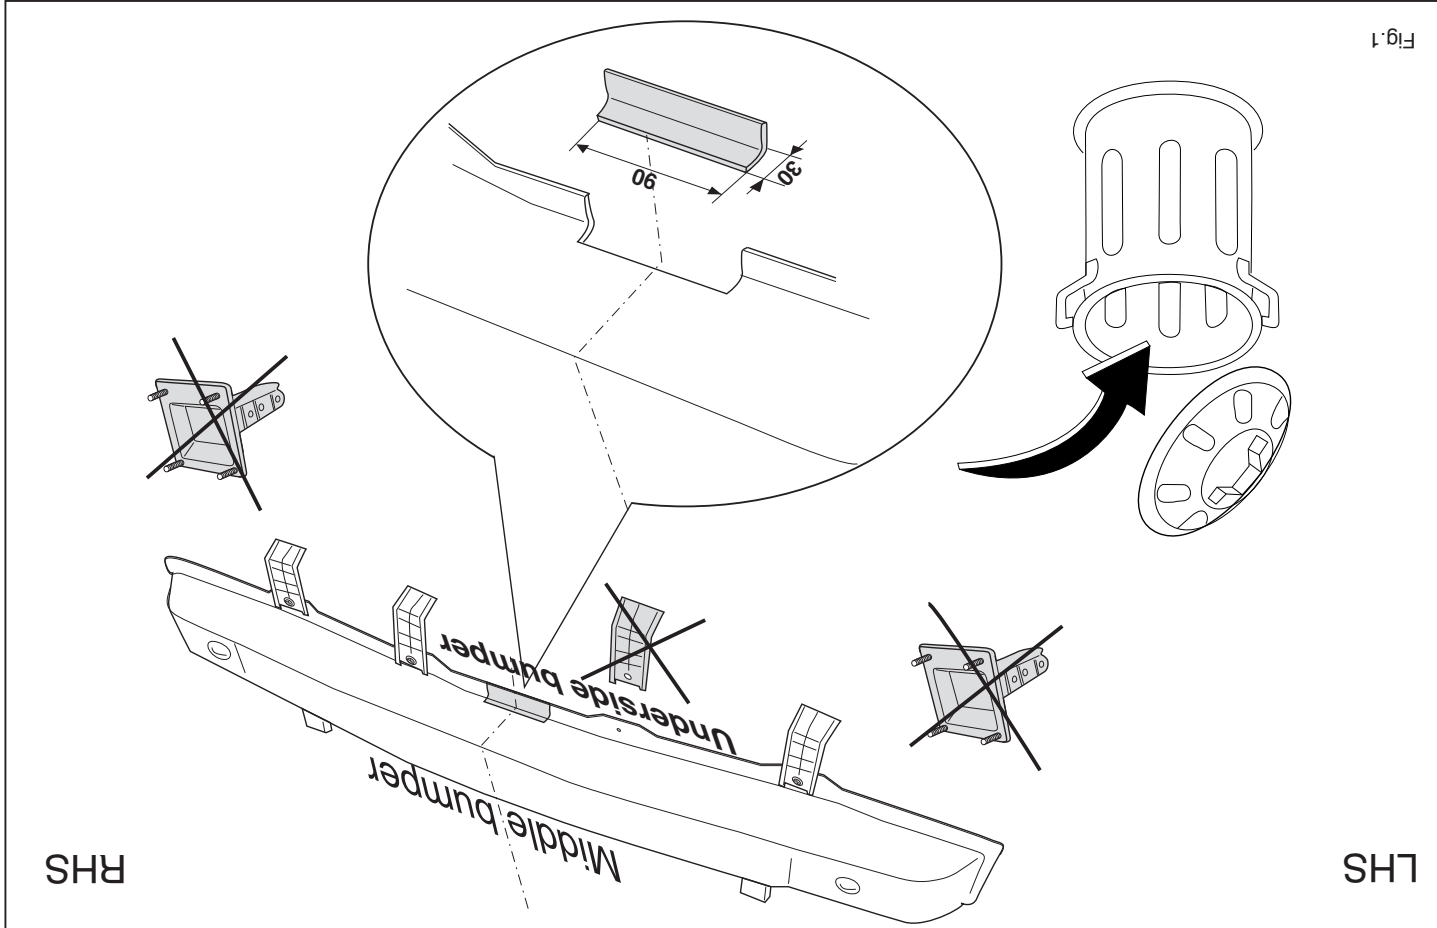

Fig. 1
1. Clear the floorboard. Remove the back panel. Take off the side panels and move them to the center. Disconnect the taillight units. Disconnect the bumper. Remove the inner works of the bumper, including the supports. Remove the supports from inside the bumper inner work (fig. 1). Saw out the portion as indicated in fig. 1.
1. Den Fußboden frei machen. Die Rückwand entfernen. Die Seitenwände lösen und vorziehen. Die Rücklichteinheiten demontieren. Die Stoßstange entfernen. Die Stoßstangeninnenverkleidung einschließlich der Halterungen demontieren. Die Halterungen von der Stoßstangeninnenverkleidung entfernen und die angegebene Teile heraussägen. Gemäß Abb. 1
1. Dégager le plancher. Déposer les panneaux arrière. Détacher les panneaux latéraux et les rabattre vers l'intérieur. Démontez les feux arrière. Démontez le pare-chocs. Démontez la garniture de pare-chocs, y compris les supports. Démontez les supports de la garniture de pare-chocs. (fig. 1), Scier les parties indiquées conformément à la figure 1.
1. Frilägg golvplåten. Demontera bakpanelerna. ur bagageutrymmet. Lossa sidopanelerna och slå dem inåt. Demontera bakljusmodulerna. Demontera kofångaren. Demontera kofångarens innanmäte inklusive stagen. Demontera stagen från innanmätet. (fig. 1), Såga ut delarna enligt fig. 1.
1. Fjern allt fra bilens understel. Demonter bagpanelerne fra bagagerummet. Løs sidedepanelerne og vip dem indad. Afmonter baglygteenhederne. Afmonter kofangeren. Afmonter støtteanordningerne fra den indre del af kofangeren. (fig. 1). Sav ifølge figur 1 de markerede dele ud.
Desprender los paneles laterales y volcarlos hacia adentro. Desmontar las unidades de las luces traseras. Desmontar el parachoques. Desmontar el armazón interior del parachoques inclusive los soportes. Desmontar los soportes del armazón interior del parachoques. (fig. 1), Serrar las partes indicadas en la fig 1.
1. Usunąć wszystko z powierzchni bagażnika, Wymontować tylne panele z bagażnika. Poluzować panele boczne i wcisnąć je do środka. Zespół oświetleniowy oraz zderzak zdemontować. Wzmocnienie zderzaka odkręcić. Od wzmocnienia należy zdemontować mocowanie. Małe mocowanie rys.1. znajdujące się po lewej stronie od środka zderzaka usunąć. Wypilować zgodnie z rysunkiem 1 wskazane odcinki.
1. Liberare il fondo del bagagliaio. Smontare i pannelli posteriori dal bagagliaio. Staccare i pannelli laterali e piegarli verso l'interno. Smontare i gruppi dei fari posteriori. Smontare il paraurti. Rimuovere l'anima del paraurti, inclusi i sostegni. Smontare i sostegni dall'anima del paraurti. (fig. 1), Segare via le parti indicate in figura 1.